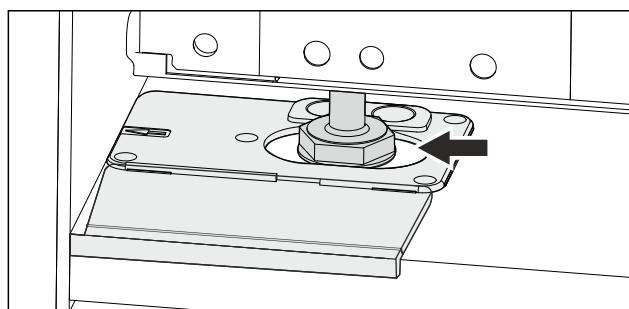

Fig. 47
- Нивелирайте уреда чрез крачетата за регулиране. Fig. 47 ()